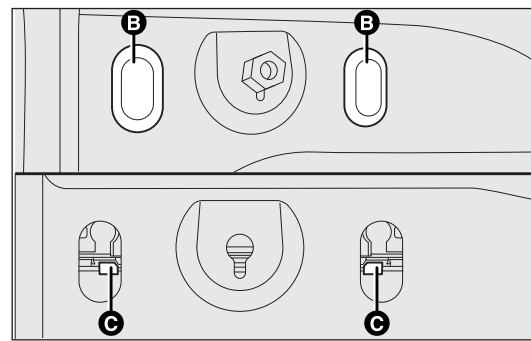

fig. 159a
- ☐ para versiones con puertas de hojas, retire los tapones de goma B-fig. 159a y actúe en las patillas C de sujeción, extraiga la lámpara montada a presión y sustitúyala.